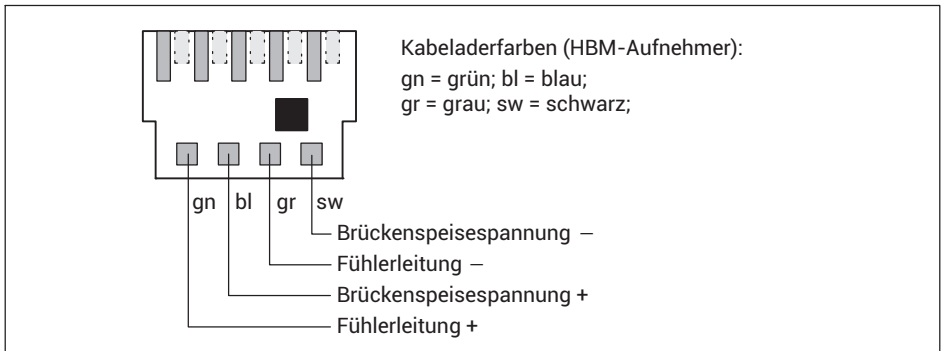
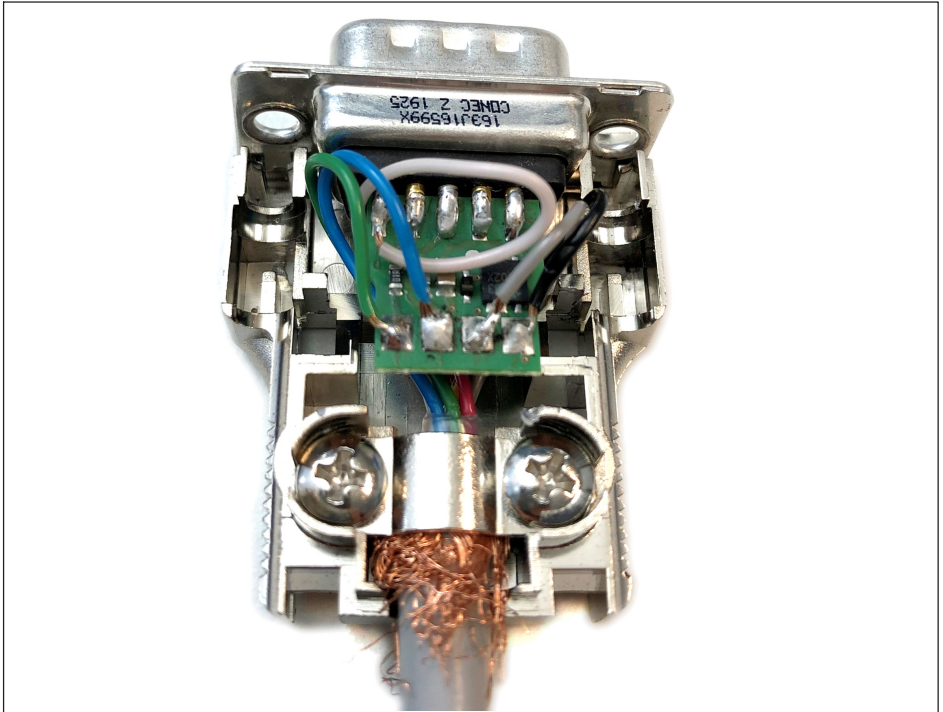

Abb. 2.7 Ansicht des TEDS-Moduls von oben mit Anschlussbelegung (schematisch)
Abb. 2.8 Ansicht des fertig verlöteten Steckers
- ▶ Löten Sie die Leitungen der Speisespannungen und der Fühlerleitungen an die vier Lötflächen an (Abb. 2.7 und Abb. 2.8).
- ▶ Fixieren Sie das Kabel mit der Kabelklemme wie in Abb. 2.8 gezeigt und montieren Sie den Stecker vollständig zusammen.